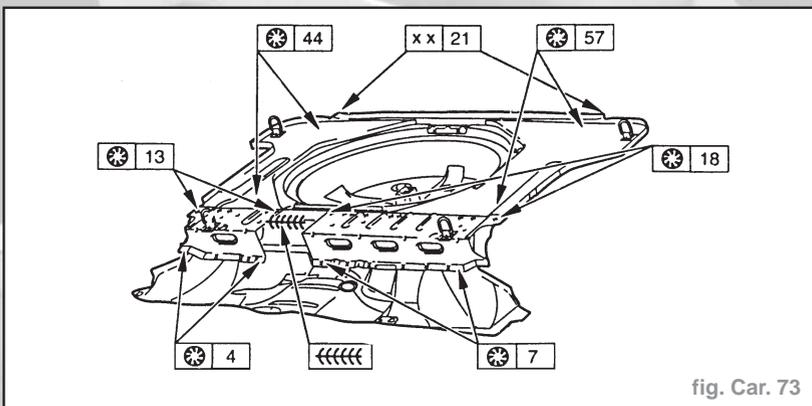

fig. Car. 73
- Adapter le plancher arrière. Préparer les brides. Appliquer la peinture à souder par points. Souder une nouvelle pièce (fig. Car 73) . Effectuer une soudure en bouchon par points à droite et à gauche de la traverse sous dossier arrière. Réaliser la protection des cavités. Appliquer la protection de soubassement.